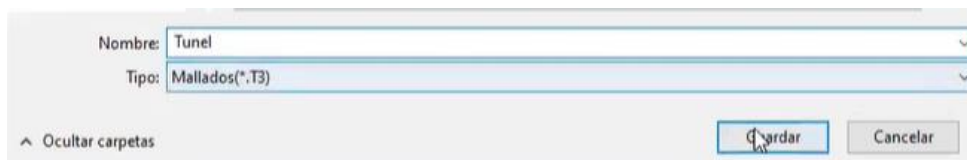

Figura 491. Nombre del archivo.
64. En la nueva ventana guardar el enmallado en la carpeta que se creó para la práctica. Figura 491.